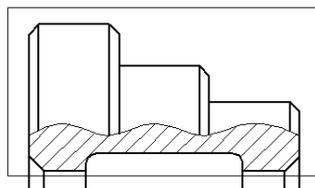

Рис. 2.12
- Выделите верхнюю половину детали за исключением осевой линии (рис. 2.12).